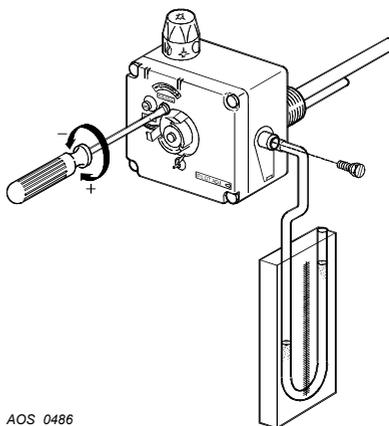

Imagen 9 - El ajuste de la carga nominal
8. Compruebe el ajuste de presión del quemador (véase la Fig. 9) y ajústelo si fuera necesario en función de la información técnica (consulte la sección 1.4).
3. Controle la presión del quemador y ajústelo de nuevo y cuando sea necesario con la ayuda del tornillo de ajuste 'pr. adj.' (pressure adjustment; véase imagen 9). Quite, el botón regulador de temperatura para esto, tirándolo hacia adelante; esto hace visible el 'pr. adj.'. Dándole vueltas a la izquierda reduce la presión, dándole vueltas a la derecha aumenta la presión. Se recomienda controlar la carga mediante un contador del gas.